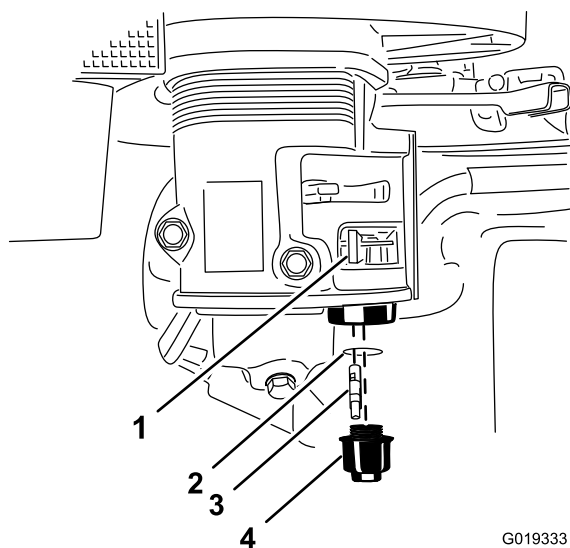

Figura 30
4. Mueva la palanca de la válvula de combustible a la posición de CERRADO, totalmente hacia la izquierda (Figura 30).
5. Desenrosque la taza de sedimentos de combustible (Figura 30).
6. Retire y conserve el filtro de combustible y la junta tórica (Figura 30).
9. Instale el filtro de combustible en la parte inferior del carburador (Figura 30).